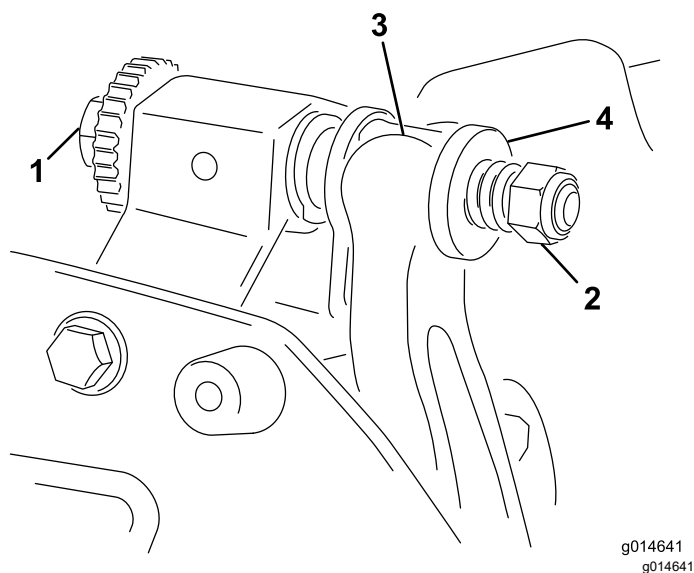

Рисунок 19
1. Поверните регулировочный винт планки неподвижного ножа против часовой стрелки, чтобы отвести неподвижный нож от барабана (Рисунок 19).
2. Отвинчивайте гайку натяжения пружины до тех пор, пока шайба больше не будет нажимать на планку неподвижного ножа (Рисунок 19).